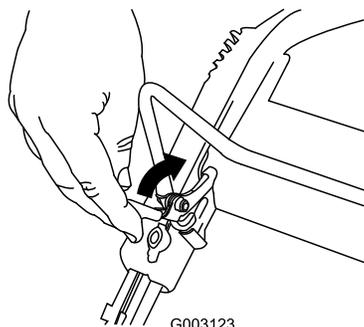

Bild 20
1. Ziehen Sie die Arretierung des Schaltbügels zurück (Bild 20).